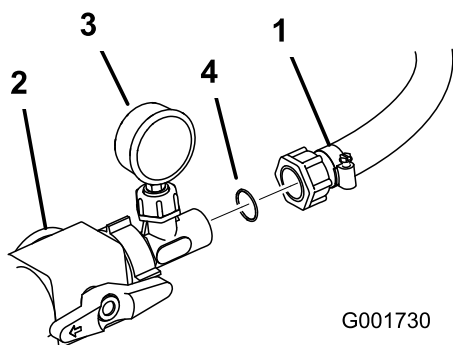

Figura 17
18. Instale una junta tórica de plástico entre el conjunto del manómetro y la manguera que va al conjunto del carrete. Conecte la manguera al conjunto (Figura 17). Apriete la tuerca de plástico en la manguera para sujetarla al conjunto del manómetro.